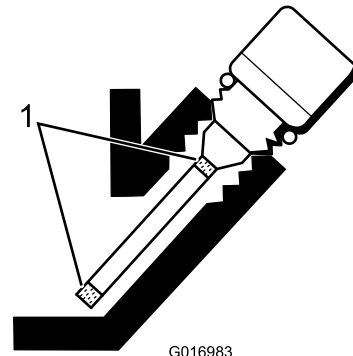

图24
5. 如果油位较低，请添加足够的机油，使油位升到量油尺上的开口标记之间（图24）。